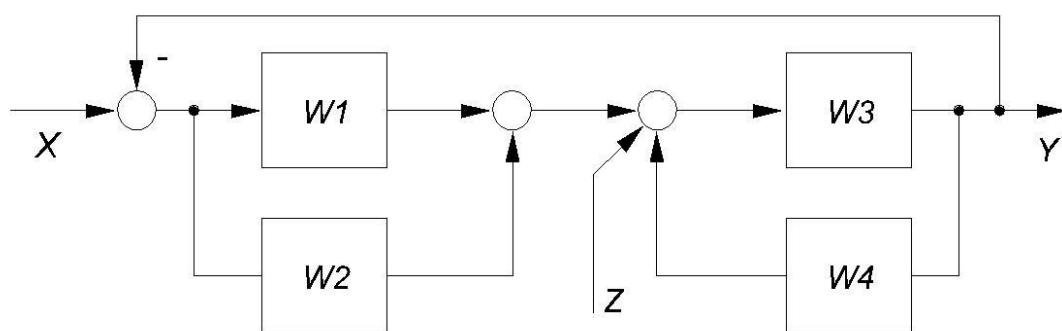

Рис. 6.4. Структурная схема динамической системы
7. Составить описание в форме передаточной функции по заданному каналу воздействия (см. табл. 6.1) для динамической системы, структурная схема которой изображена на рис. 6.4, с помощью функций FEEDBACK, PARALLEL, SERIES комплекса Control System Toolbox.